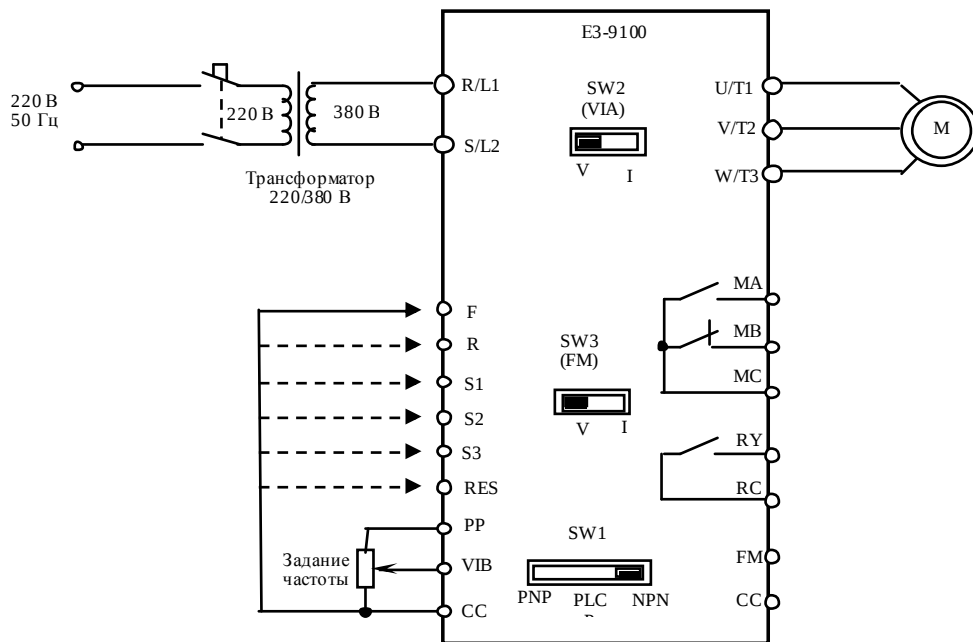

Рис. 4.14. Диагностика цепей управления E3-9100
4.13.1. Подключить электродвигатель к выходным клеммам U/T 1, V/T2, W/T3 (рис.4.14). Подать питание на преобразователь 380В.
Установить переключатель SW1 в положение «NPN», переключатель SW2 в положение «V». Подключить потенциометр к входным клеммам управления (рис. 4.14.). Подключить один из концов проволоочной перемычки к клемме CC.